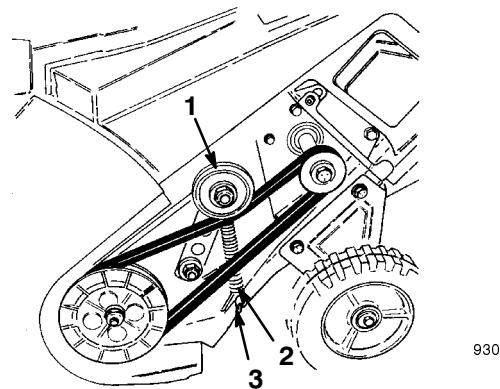

Figure 17
Veillez à accrocher la longue extrémité du ressort dans l'encoche du carter et l'extrémité arrondie sur la goupille située au dos de la poulie folle (Fig. 17).
11. Elevez l'ensemble bras de poulie folle, serrez la courroie et faites-la passer sous la poulie folle (Fig. 17).